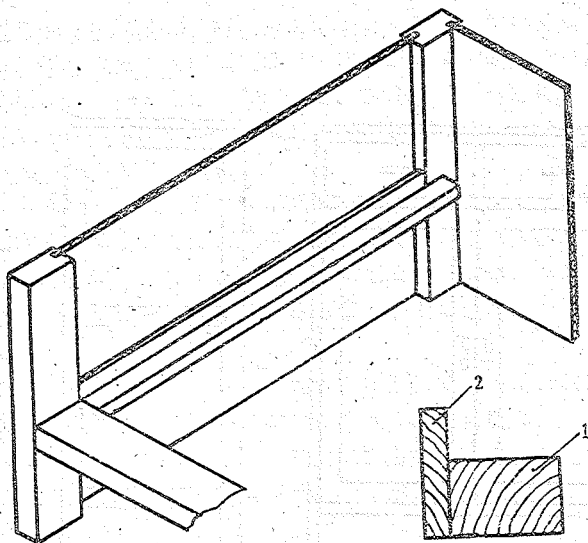

图27 托撑的安装
**钉搁板和抽屉托撑** 侧板装好后，应在整个框架组装前将托撑，搁板撑都钉上。因为在框架组装后再钉这些小撑，锤子敲击震动容易影响榫接质量。钉时尺寸一定严格掌握。抽屉撑的形式如图27。其结